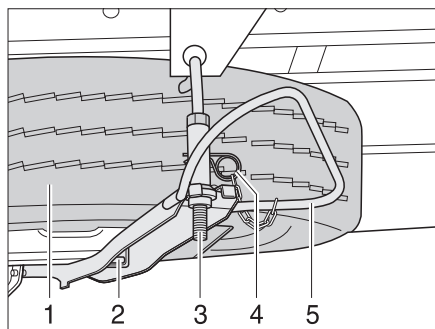

Fig. 307 Etrier de roue de secours (Iveco)
- Retirer la goupille fendue (Fig. 307,4).
- Presser l'étrier (Fig. 307,5) contre la roue de rechange et décrocher le support (Fig. 307,3).
- Desserrer l'écrou (Fig. 307,2) et enlever la roue de rechange (Fig. 307,1).